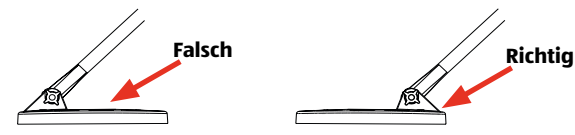

Abb. 3
- Bitte achten Sie darauf, daß die Suchspule **9** korrekt ausgerichtet ist wie in Abb. 3 gezeigt wird.